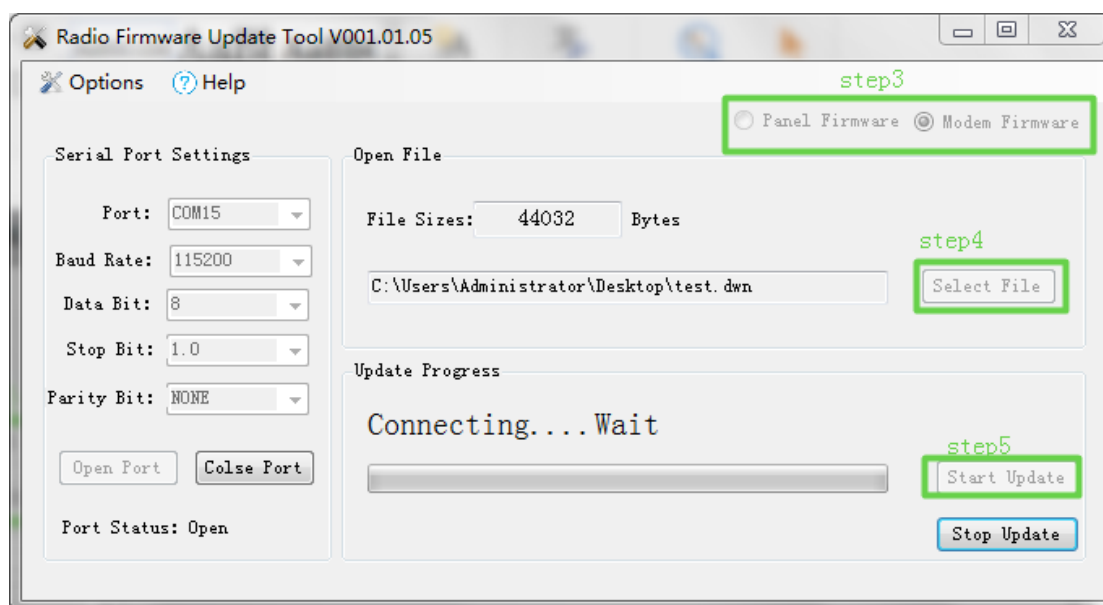

图 20 内置电台固件升级软件升级
4. 选择 **Modem firmware** 的选项，再点击 **Select File** 按钮选择要升级的固件文件，然后点击 **Start Update** 按钮，如图 20 所示。